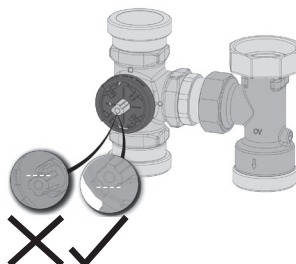

Abb. 17
3. Ausrichtung des Mischerkühns kontrollieren. Dessen abgeflachte Seite muss nach unten zeigen und waagrecht ausgerichtet sein (Abb. 17). Das K  n versperrt in dieser Position den Vorlaufstrang.